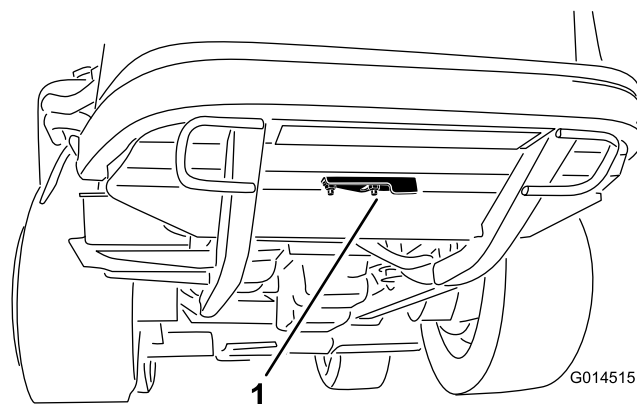

図 42
2. クリーン・アウト・カバーを後フレームの下側に固定しているフランジナットをゆるめる(図 42)。カバーをめくると、フレームのクリーン・アウト・ホール清掃穴が露出する。